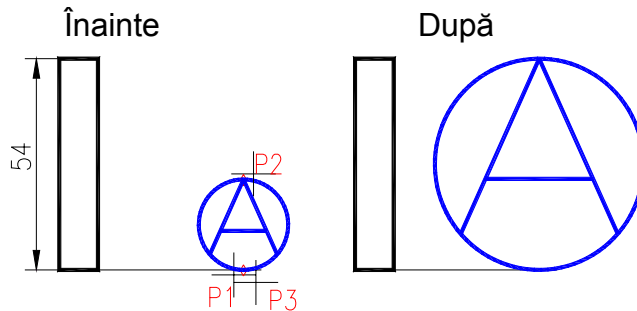

Fig. U7.6
2. Scalare cu factor de referință (Fig. U7.6). Se măresc cercul și liniile din interiorul său la înălțimea dreptunghiului din stânga.